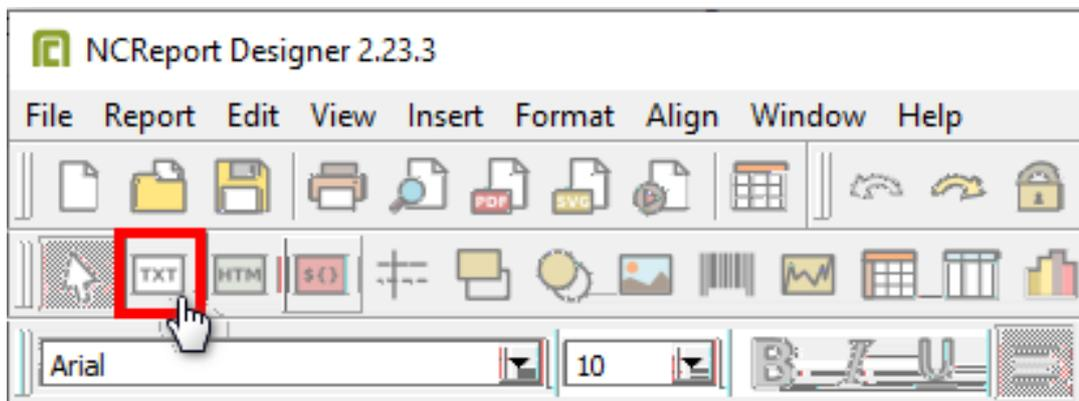

Рисунок 323 - Инструмент Label
1. Выберите инструмент Label (Рисунок 323).